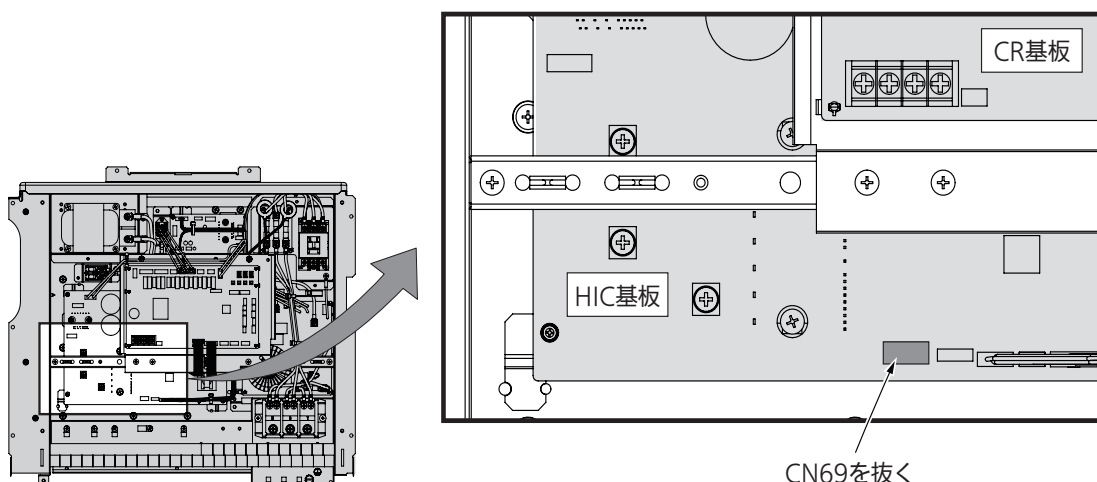

図21
- 4) 同一空調システムのすべての室外ユニットの高圧スイッチソケット(CN69)を基板から抜きます。(図21)